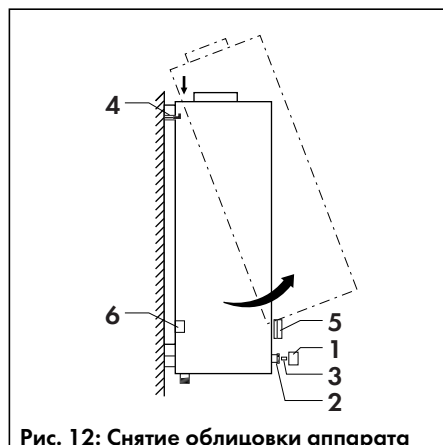

Рис. 12: Снятие облицовки аппарата
- Снимите ручку поворотного переключателя (5).
- Снимите ручку регулятора температуры (1) со шпинделя (3) и отверните против часовой стрелки находящуюся под ней крепёжную гайку (2).
- Высвободите облицовку в направлении на себя из нижних направляющих и снимите её вверх, сняв с держателей (4), как показано на рис. 12.